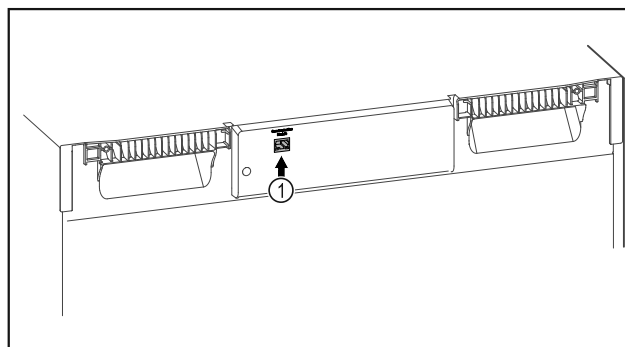

Fig. 140
- SmartModule Fig. 140 (1) er sat i.